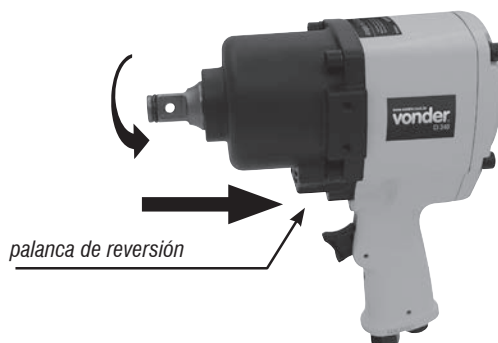

Fig. 4 – palanca de reversión
- Para rotación sentido anti-horario (izquierda), empuje la palanca conforme Fig.4;